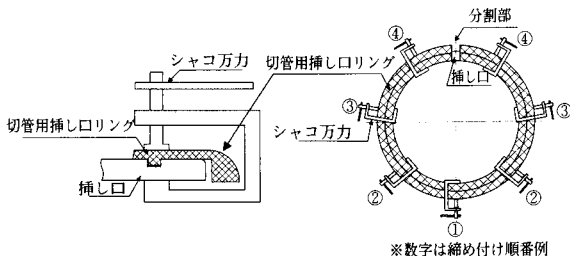

図59 切管用挿しロリングの締め付け
- ② シャコ万力を用いて、図59のように切管用挿しロリングの分割部の反対側から順次締め付ける。